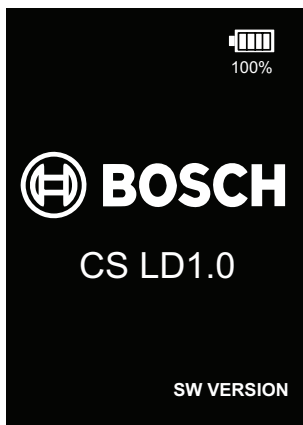

Bild 22: Display vid påslagning
- ! Koppla omedelbart loss laddningskabeln om följande meddelande, se bild 22, visas på displayen. Underlåtenhet att frångöppla och avbryta laddningen när denna varning visas kan resultera i brand, explosion och allvarliga skador på person eller egendom!